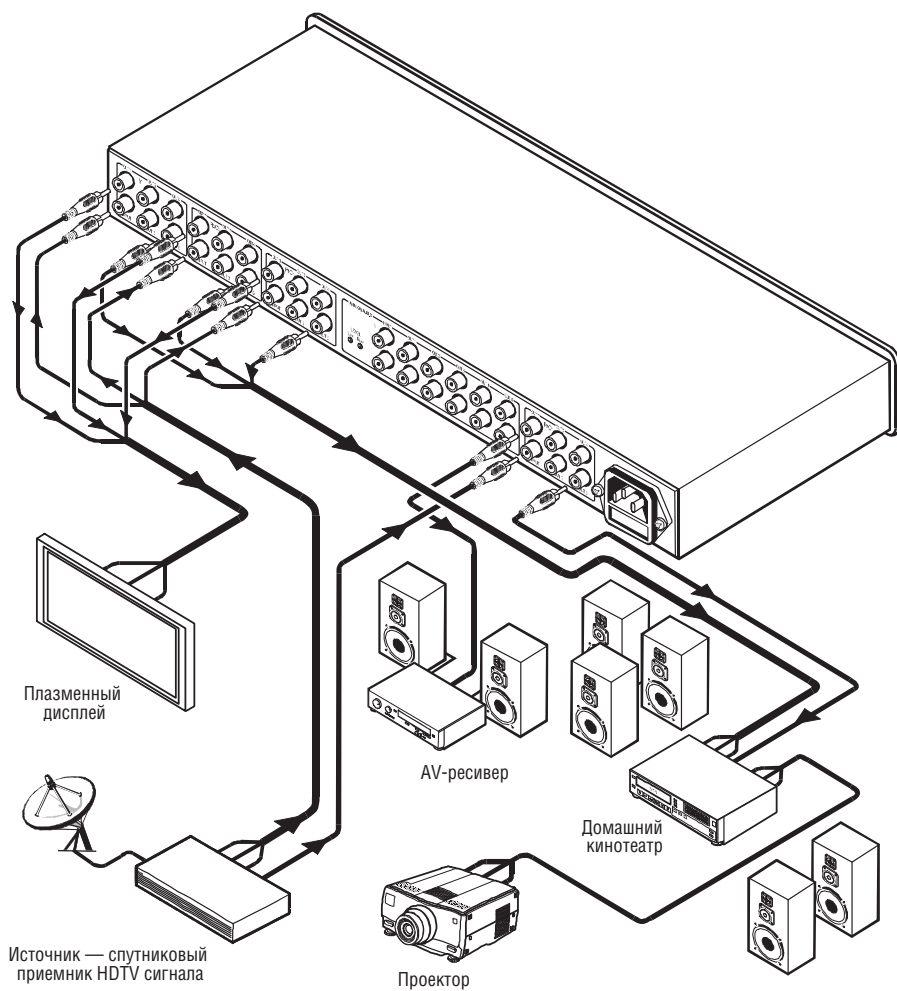

Рис. 3. Подключение усилителя-распределителя **VM-50CA**
Пример подключения источника и получателей сигнала к **VM-50CA** показан на рис. 3. Для подключения выполните следующее¹:
3. Подключить шнур электропитания (не показан на рис. 3)⁴.
³ Вместо этого, или в дополнение, подключите RCA-разъемы ANALOG AUDIO (не показаны на рис. 3)